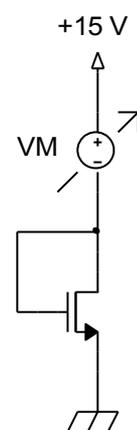

Figura 1
- ¿Cuál es el  $V_t$  de un transistor MOS tipo n conectado como en la Figura 1 si el voltímetro marca  $VM=13.9 \text{ V}$ ?